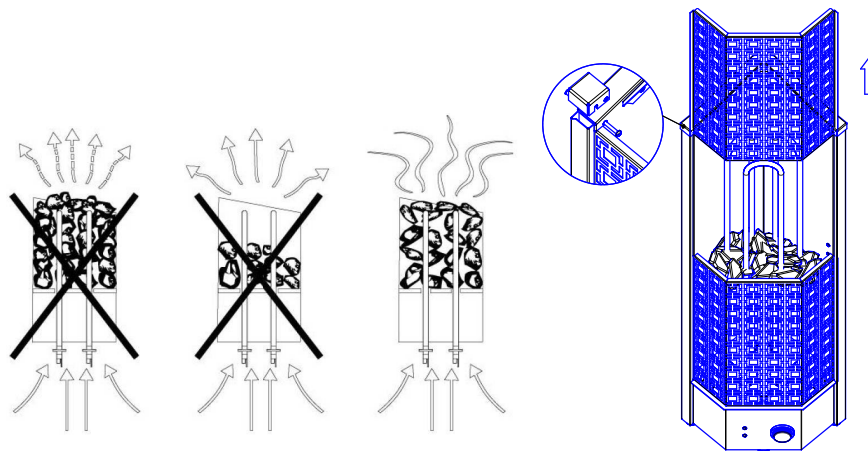

Рис. 4 Схема укладки камней
сторон и одну лицевую панель, как показано на рис.4. это позволит вам произвести укладку камней в нижней части каменки. Укладывайте камни в емкость каменки аккуратно, таким образом, чтобы не затруднять циркуляцию воздуха в каменке. Камни должны полностью закрывать нагревательные элементы, но не следует укладывать камни высокой горкой. Не следует прилагать усилия, чтобы разместить камни между нагревательными элементами. После загрузки тэны не должны соприкасаться друг с другом. Также не загружайте в печь маленькие камни размером меньше 35 мм в диаметре, поскольку они могут блокировать циркуляцию воздуха, что, в свою очередь приведет к перегреву тэнов и их выходу из строя.
6.6. КАМНИ, используемые для каменки, должны выдерживать большие температурные колебания, не выделять запаха и пыли. Лучшие камни - базальты, диабазы, габбродиабазы и перидотиты фракций 5-10см. Перед укладкой их необходимо обмыть. Процесс укладки показан на рис.4. Для укладки камней снимите декоративные накладки с двух